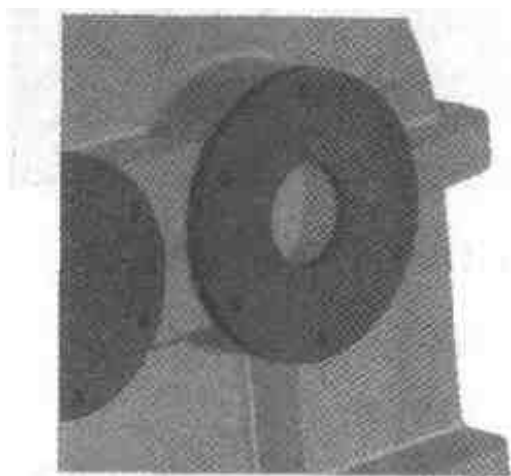

图 3.174 低速轴的可穿通端盖
- (11) 选择【文件】|【插入】|【零件/装配】命令, 然后在所附光盘中找到 score\example\jixie\3\减速机装配\30-可穿通端盖.ics 文件, 单击【打开】按钮。安装成功后结果如图 3.174 所示。